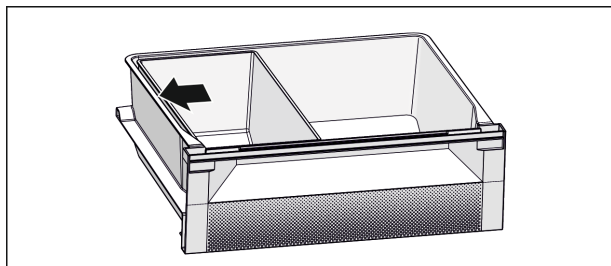

Fig. 6
- ▶ 放置鱼及海鲜存放盒。使用所示位置，您将获得最佳冷藏功能 (参见 Fig. 6)。